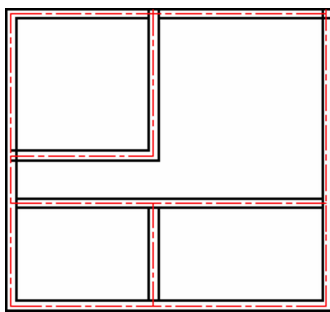

图 2-14 绘制墙线
(3)绘制墙线。执行“绘图”→“多线”命令,按命令行提示把“对正”选项改为“无(Z)”,把比例改为 1,然后绘图,结果如图 2-14 所示。